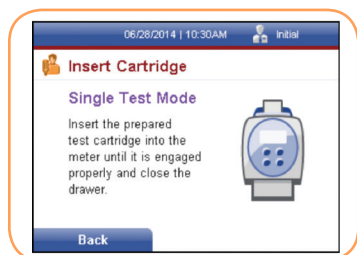

FIGURA 38
2. Escriba el ID del paciente mediante las teclas numéricas y, después, seleccione la tecla programable adecuada. Se mostrará la pantalla Inserte el cartucho (Figura 38).